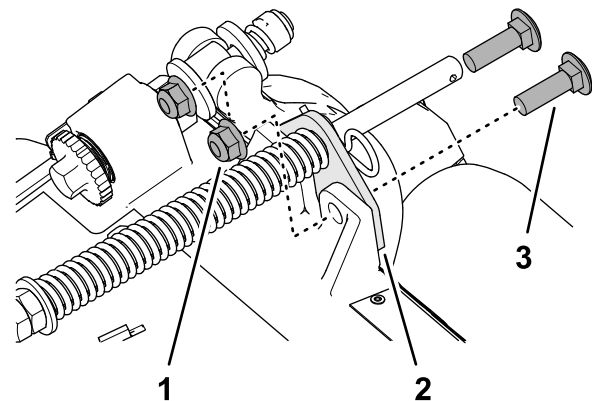

Figura 11
2. Retire las 2 contratueras con arandela prensada ($\frac{3}{8}$ ") y los 2 pernos de cuello cuadrado ($\frac{3}{8}$ " x $1\frac{1}{4}$ ") que sujetan el soporte del muelle de compensación al bastidor de la unidad de corte (Figura 11).